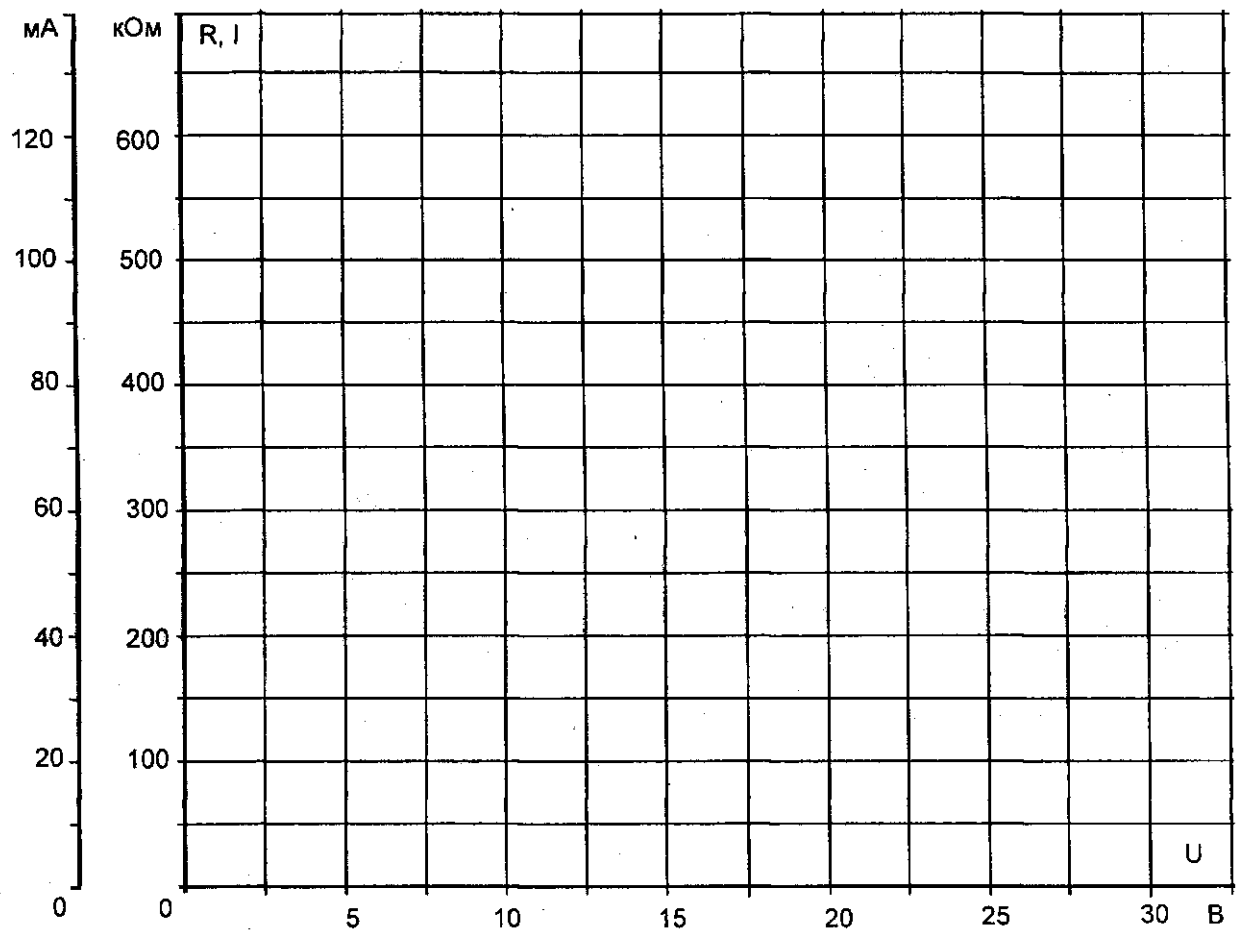

Рис.4.4.2
- Рассчитайте сопротивления R и постройте по результатам измерений и расчётов кривые на рис. 4.4.2.